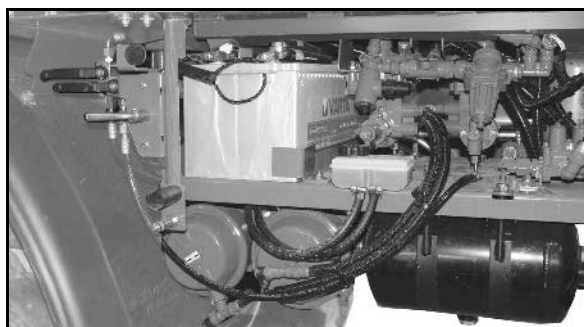

Bild 170
1. Tryck spännrullen (Bild 170/1) med hylsnyckel (Bild 170/3) i pilriktningen tills ett hållstiftet Ø6mm (Bild 170/4) kan fixeras i monteringshålet.
Kilremmen (Bild 170 (2)) är nu spänningsfri.
2. Kilremmen (Bild 170/2) tas av först från den minsta rullen resp. från spännrullen.
4. Lägga på ny kilrem (Bild 170/2).
6. Spänn åter kilremmen med spännrullen och hylsnyckeln (Bild 170/3). Kontrollera att kilremmen ligger korrekt i styrningen.